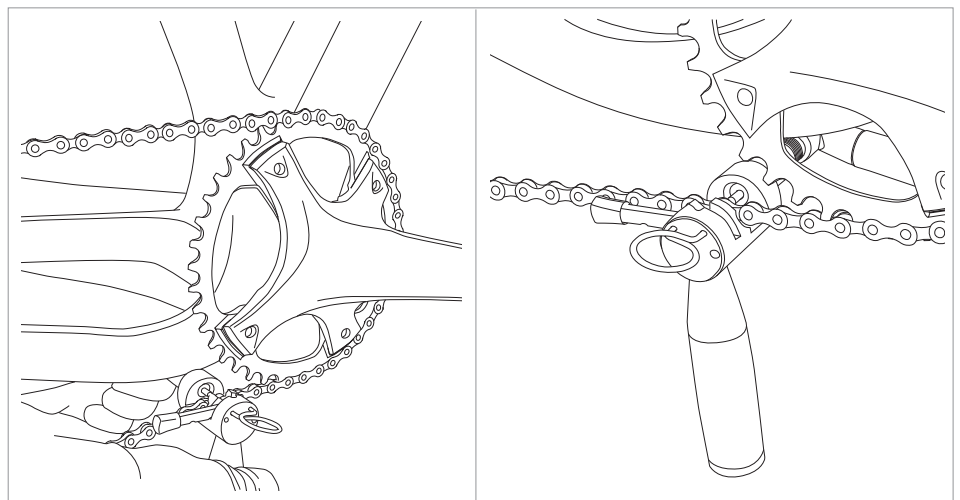

Fig.8
- Situar la herramienta UT-CN400 como está indicado en la Fig. 8.